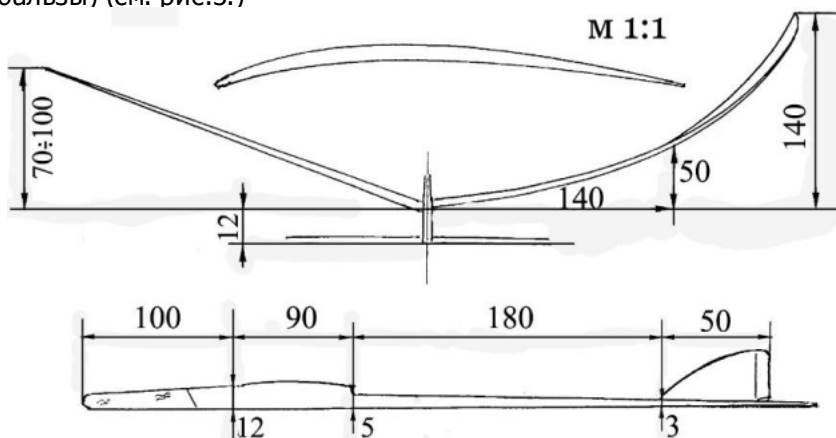

Рис. 3
**Фюзеляж.** Для изготовления фюзеляжа используется рейка 420x12x3 из белой сосны (липа, плотная бальза, Чий с пилоном из бальзы) (см. рис.3.)